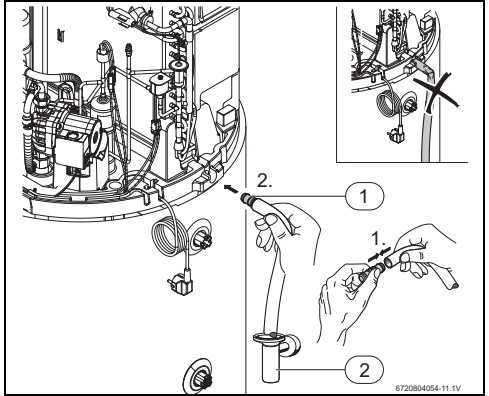

Bild 12 Kondensatauffang
- ▶ Kondensatleitung (Innendurchmesser 16 mm) an¹⁾ Kondensatablauf anschließen (Abb. 12, [1]).
- ▶ Kondensat über einen Siphonablauf (Abb. 12, [2]) abführen.